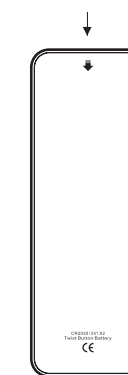

Figure 14
1. Retournez la télécommande et faites glisser le couvercle du compartiment à piles pour l'ouvrir (Figure 14).
1. Turn the remote over and slide the battery cover open (Figure 14).